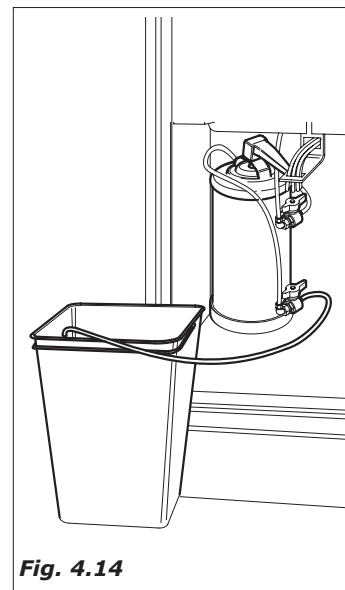

Fig. 4.14
- Lasciare fuoriuscire dell'acqua fino a che questa non si presenti limpida (Fig.4.14).